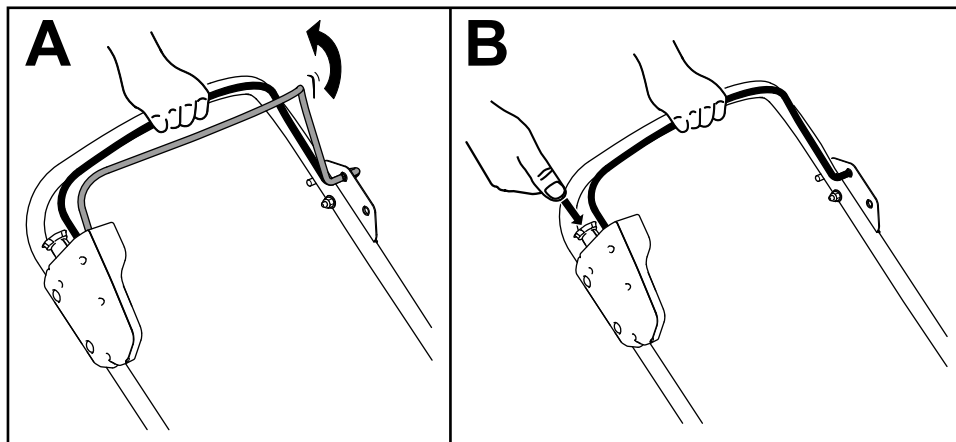

Figure 9
2. Serrez et maintenez la barre de commande de la lame contre le guidon (C de Figure 9).
3. Maintenez le bouton de démarrage électrique enfoncé jusqu'à ce que le moteur démarre (B de Figure 9).